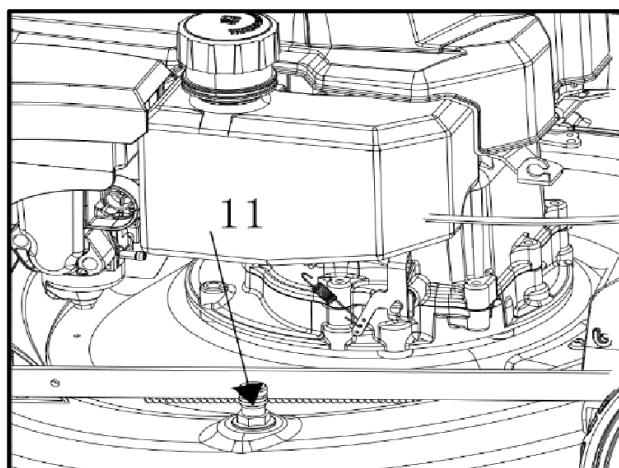

Рис. 26
2. Проводите очистку корпуса водой на ровной поверхности с хорошим водоотводом. Подсоедините поливочный шланг к патрубку для воды (11) на корпусе газонокосилки (рис. 26).
4. Потяните за рычаг тормоза (3) и прижмите его к верхней рукоятке (2), затем легким движением потяните за рукоятку стартера (28), чтобы запустить двигатель и режущий нож (30).
5. Остановите двигатель, отпустив рычаг тормоза (3), когда из-под днища газонокосилки больше не будет выходить грязная вода или мусор.